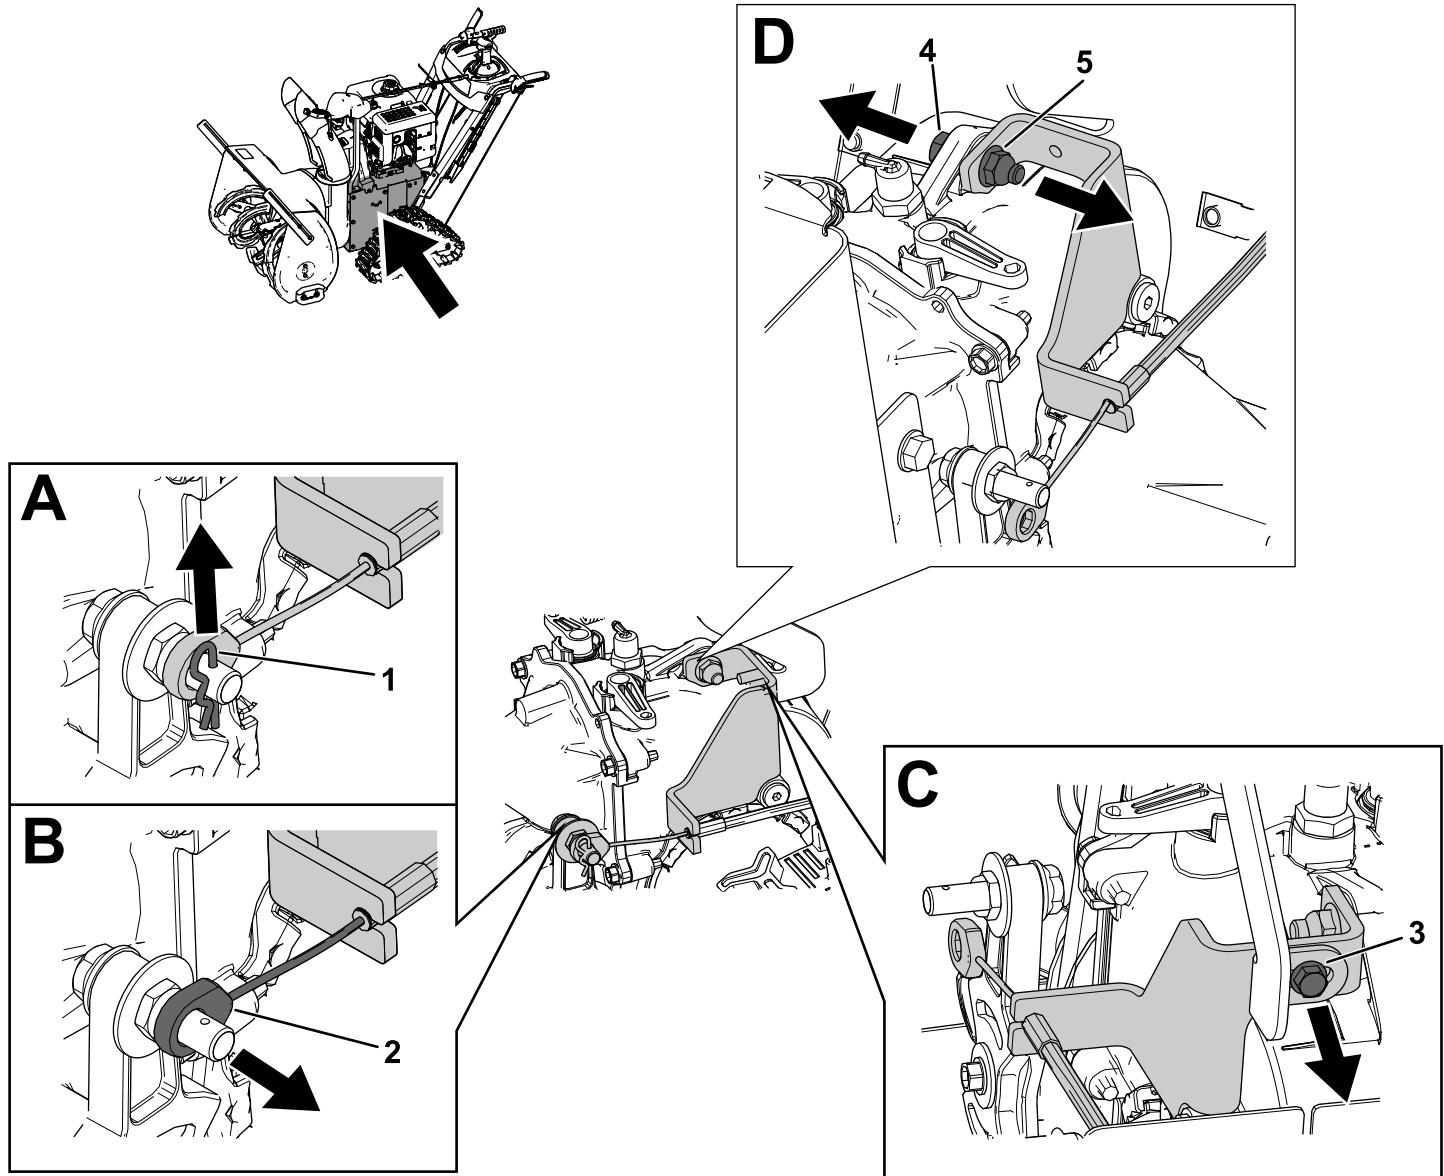

Figura 11
1. Retire la chaveta y el cable de la transmisión hidrostática del perno en el conjunto de la transmisión hidrostática. Retire el cable de la transmisión hidrostática del perno (Figura 11).
2. Retire el tornillo ($\frac{1}{4}$ " x $\frac{5}{8}$ ") que fija el soporte de la transmisión hidrostática al soporte superior de la transmisión hidrostática (Figura 11).
3. Retire el perno ($5/16$ " x $1\frac{1}{4}$ ") y la contratuerca ($5/16$ ") que fijan el soporte de la transmisión hidrostática al conjunto de la transmisión hidrostática (Figura 11).